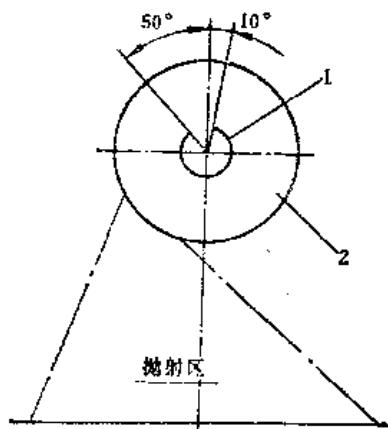

图5-3-5 定向套窗口位置
① 仔细检查机器的各运动部件是否在正常停车位上，如果不合要求，应用单动方式恢复原位。
② 检查并调整各种开关的位置，保证动作信号准确。
③ 调整各时间继电器，使其符合各工序要求。
④ 将转换开关转换到单动位置上，依照设备各动作顺序，按各按钮，检查动作是否良好。
⑤ 如果单动均正常，可把转换开关换到自动位置上进行整机联动试车。
⑥ 检查抛丸器抛射带的位置是否正确，如果抛射区不在正确位置上，可调整定向套。定向套窗口位置的调整可参考图5-3-5。